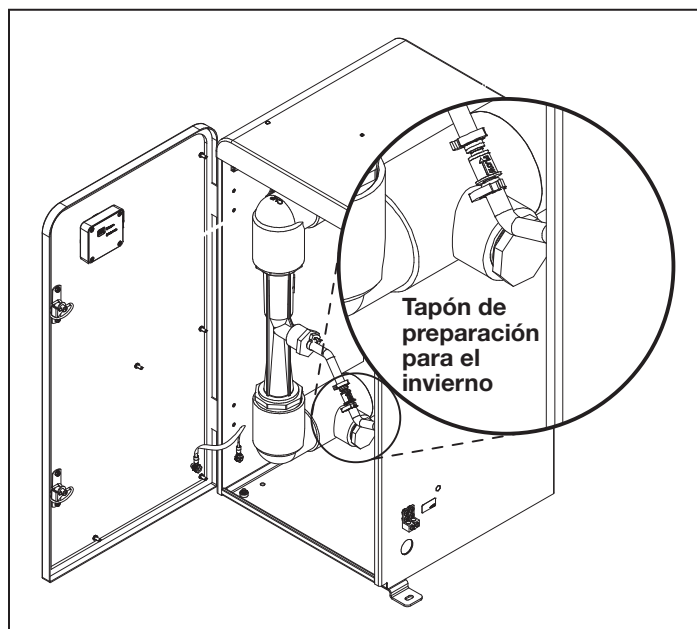

Figura 9. Ubicación del tapón de preparación para el invierno
3. Localice el tapón de drenaje NPT de 1 in (2,5 cm) y quítelo para drenar el agua restante. Consulte la Figura 9.